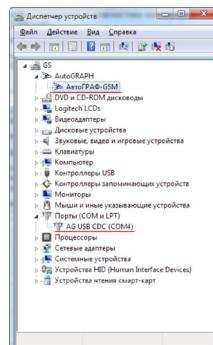

Рис.5
**7.** Аналогичным образом следует установить драйвера для устройства AutoGRAPH CDC. На этом установка драйверов для модуля «АвтоГРАФ-GSM-Drive» завершена. Прибор готов к работе с ПК (Рис.5).